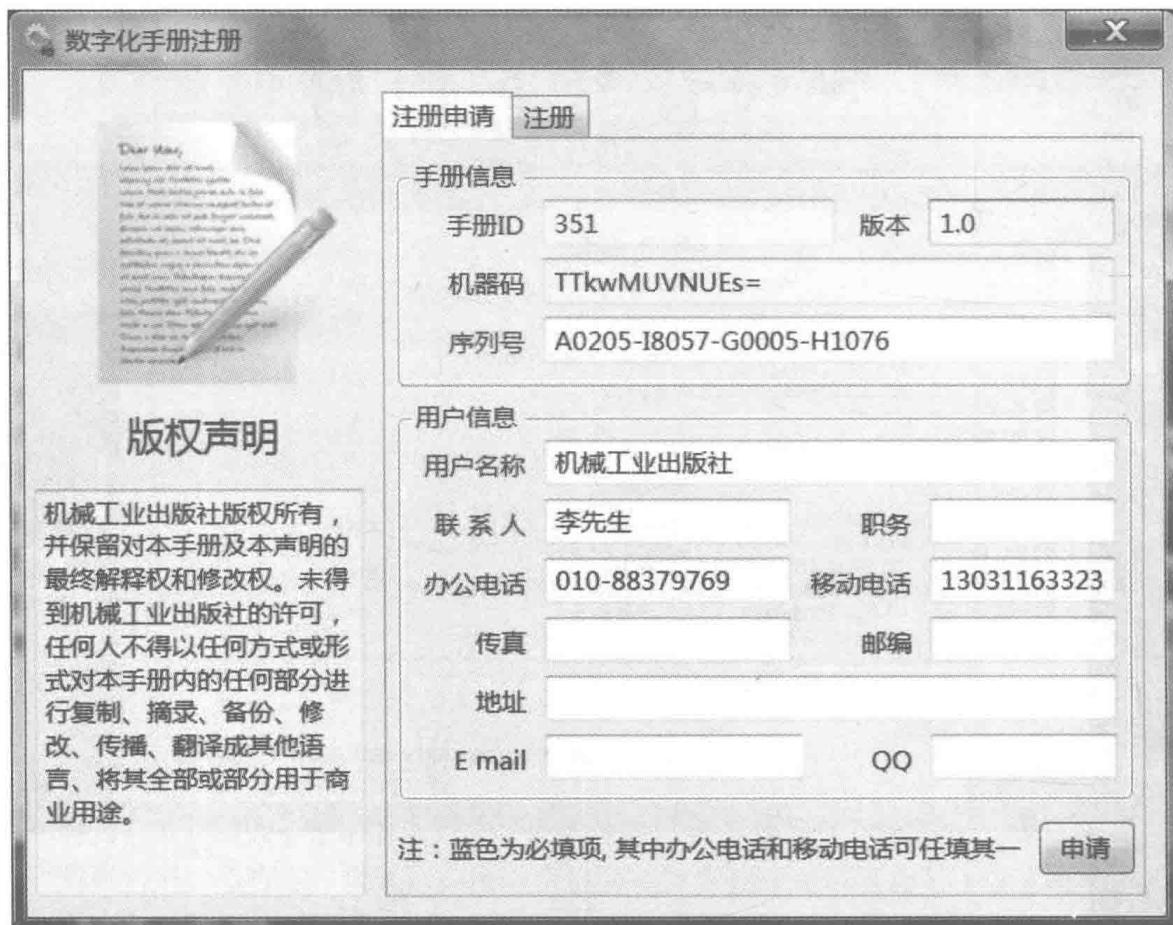

图 1-12 “数字化手册注册”对话框的“注册申请”选项卡
1) 在系统自动弹出的“数字化手册注册”对话框（见图 1-12）中（如果该对话框被关闭，用户可单击工具栏上的“属性”按钮弹出“属性”对话框，单击“授权”选项卡，根据系统提示单击“立即注册”按钮重新打开数字化手册注册对话框），输入手册序列号、用户（单位）名称、联系人、联系电话、地址、E-mail 等信息。其中手册序列号、用户（单位）名称、联系人为必填项，办公电话和移动电话任填其一。信息应尽可能准确，以便接收客服人员提供的升级文件。